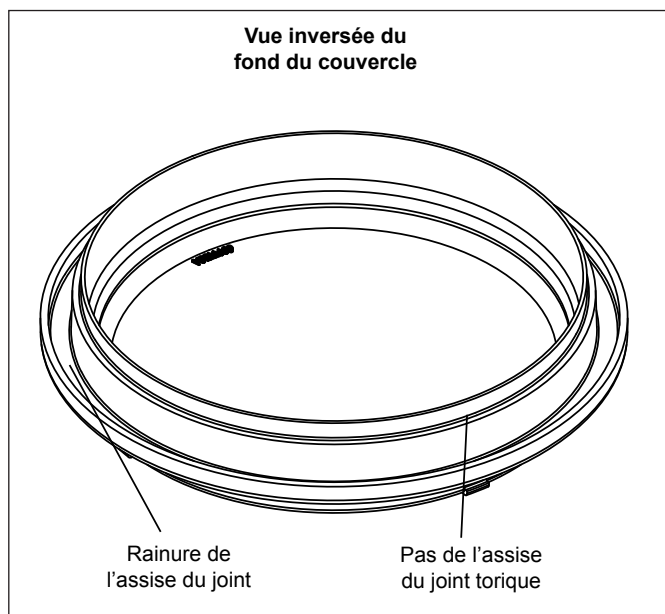

Figure 8. Positionnement du joint torique bleu pour l'essai de pression
2. Placer le joint torique bleu sur la marche à 6 mm (¼ po) du fond du couvercle. Voir la Figure 8.
Remarque Le joint torique bleu se trouve à environ 6 mm (¼ po) de distance du joint. Voir la Figure 8.